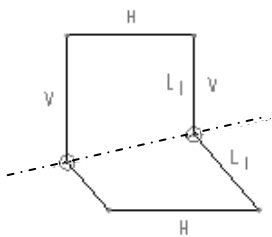

图 4.13.7 添加有用的约束
(1) 单击工具栏按钮  中的  (或选择下拉菜单 **草绘(S)** → **约束(C)** → **= 相等** 命令),系统弹出“约束”工具栏。
(2) 在“约束”工具栏中单击  按钮,然后在图 4.13.6 所示的图形中依次单击线段 1 和线段 2。完成操作后,图形如图 4.13.7 所示。